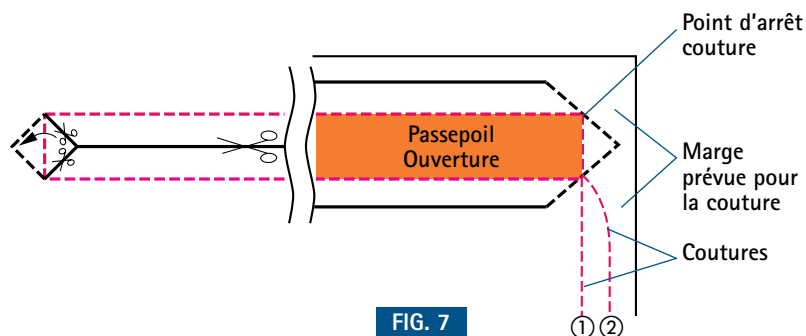

FIG. 7
Retourner les deux parties de la poche par le trou de l'ouverture, placer sur une surface plane et ajuster les deux morceaux du fond de la poche et les petits triangles (fig. 7 et 8).
Pour fixer l'ouverture et fermer le sac de la poche, il faut, à partir du point d'arrêt couture (fig. 7), assembler les deux morceaux du fond de la poche en prenant les petits triangles dans la couture et en respectant la marge prévue au bord.
Si la poche a une fonction décorative, on peut appliquer une couture droite (fig. 7, ①), mais si la poche a une vraie utilité, on peut élargir de 1 à 2 cm le sac par la couture pour un plus grand confort d'utilisation (fig. 7, ②). La figure 9 représente une poche appliquée dans une découpe avec passepoil cousu en bas de l'ouverture, vue du côté envers de la jupe.